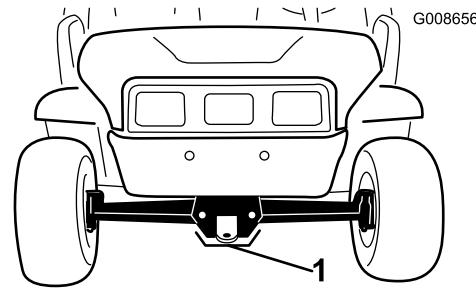

図 22
- ・ 車両前部のジャッキアップポイントは、牽引トングの後ろのフレーム前部です(図 22)。